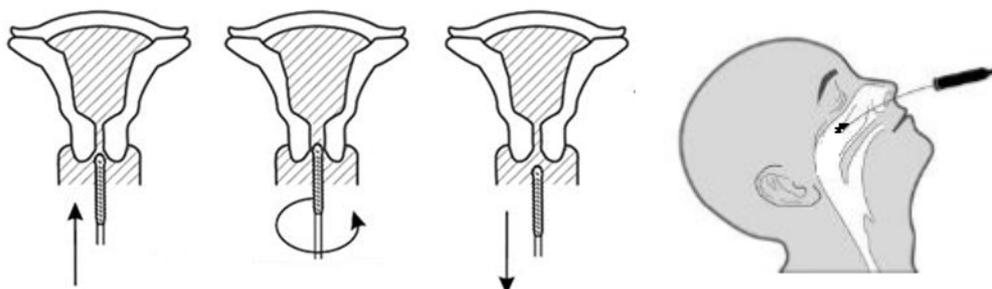

Рис.1. Забор биологического материала
2. Флокированной частью инструмента выполнить забор материала с участка слизистой. **ВАЖНО: при заборе материала с поверхности любой слизистой оболочки флокированная часть зонда должна контактировать с поверхностью слизистой** (рис.1)